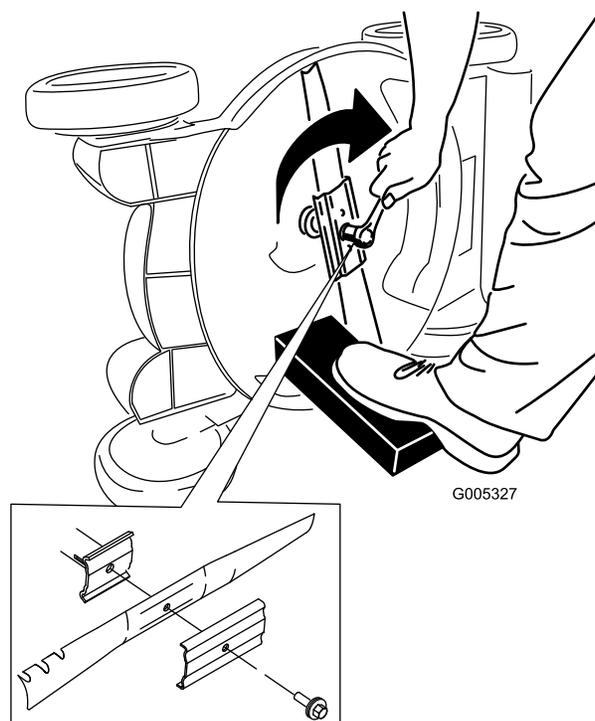

Figura 41
5. Instale la cuchilla nueva y todos los herrajes de montaje (Figura 41).